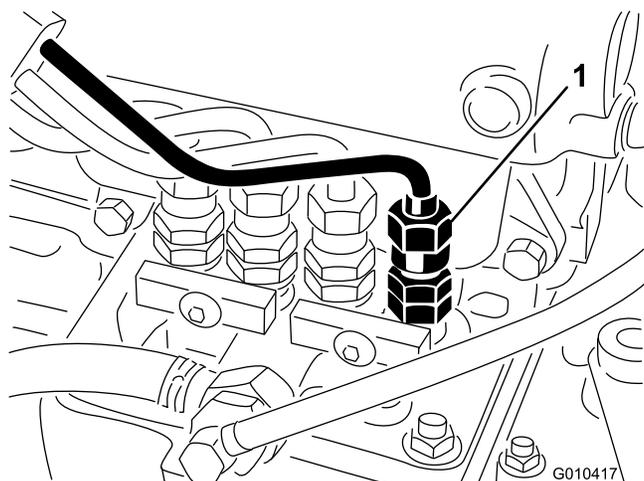

Figure 62
1. Desserrez le raccord entre l'injecteur N° 1 et le porte-injecteurs sur la pompe d'injection (Figure 62).